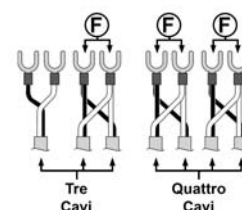

Fig. 9
- Tagliate i connettori di due dei cavi elettrici da collegare (tagliare in tutto 4 connettori). Congiungere i quattro poli elettrici a coppie su nuovi connettori (F) (forniti in dotazione ai Comandi Remoti) (Fig.9).
- Tagliate i connettori da tutti e quattro i cavi elettrici da collegare (tagliare in tutto 8 connettori). Congiungere i quattro poli elettrici di due cavi su nuovi connettori (F) (forniti in dotazione ai Comandi Remoti) (Fig.9). Ripetere questa procedura per i due cavi residui, creando due coppie finali di connettori.